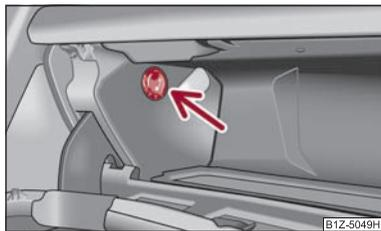

Fig. 89 Vide-poches: Utilisation du refroidissement
- Ouvrez ou fermez l'arrivée d'air au moyen du bouton rotatif ⇒ fig. 89.